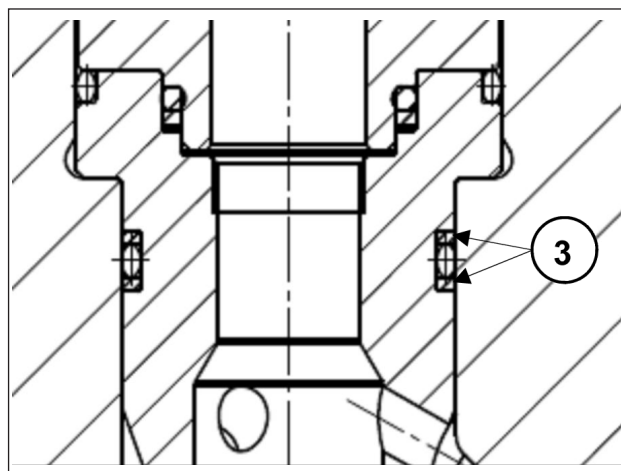

Fig. 35
2 Introducir los grupos válvula de aspiración y envío con sus casquillos, verificando que encajen en el fondo de la sede de la cabeza. No dañar las anillas antiextrusión de los casquillo (Fig. 35, pos. ③); para garantizar la posición correcta y la adaptación de las anillas a las sedes, realizar lo siguiente: